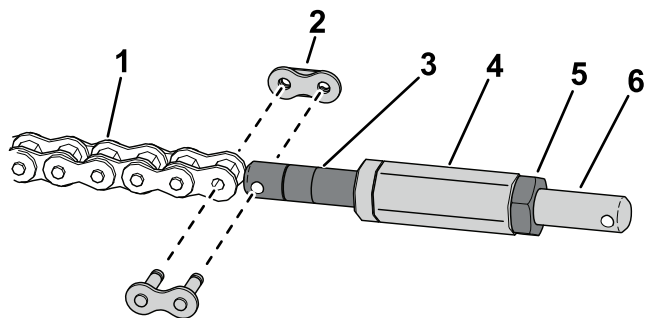

Figura 3
3. Utilice un eslabón de la cadena para instalar la cadena al tensor (Figura 3).
4. Instale el eje hexagonal al tensor de la cadena (Figura 3).
5. Utilice una tuerca para instalar el tensor de eslabón de la cadena en el eje hexagonal (Figura 3).